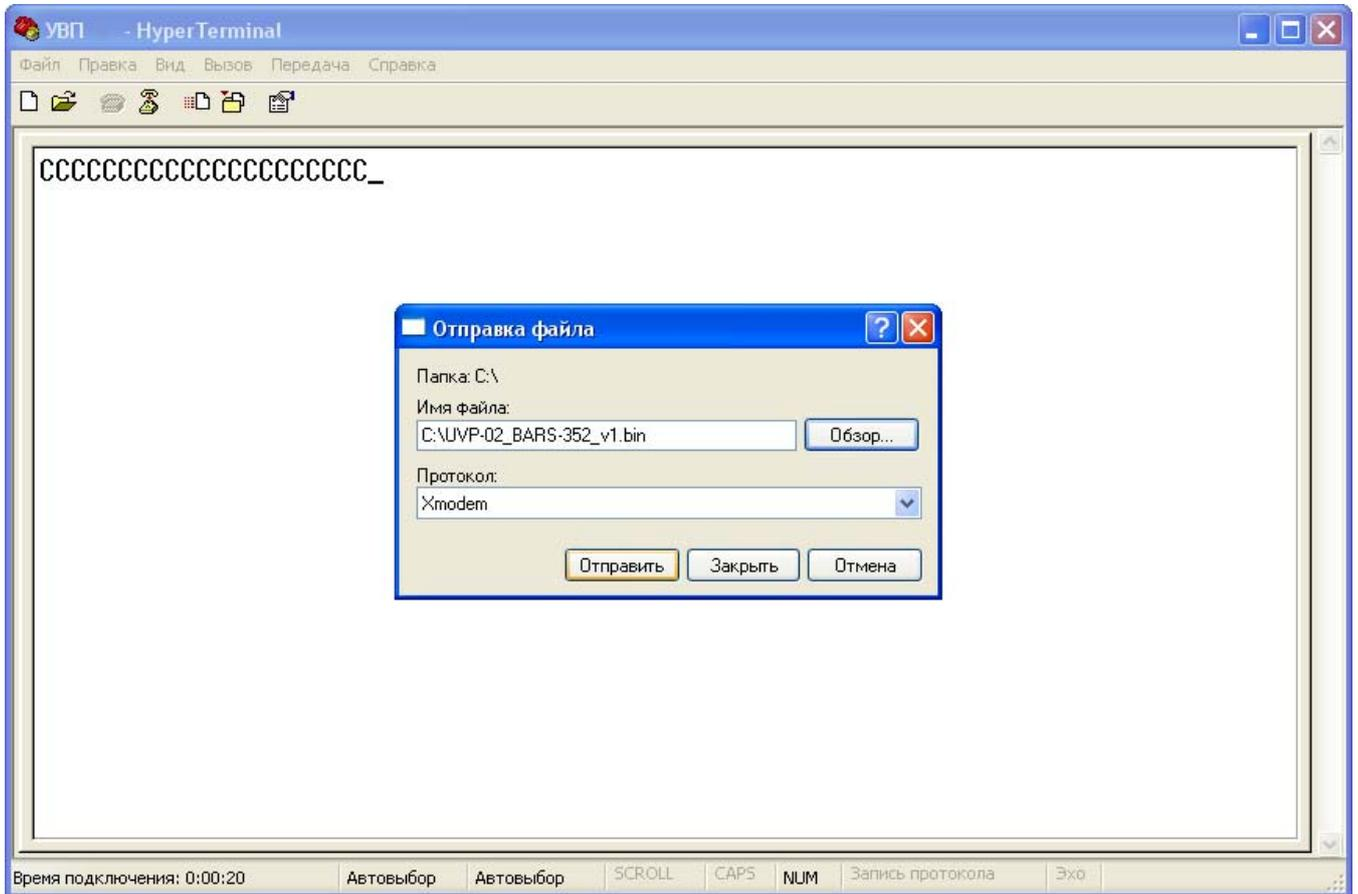

Рисунок 6
6) При установлении связи между компьютером и прибором должны наблюдаться накапливающиеся на экране символы “С” (рисунок 6). В противном случае необходимо проверить соединение прибора с компьютером на наличие обрывов и соблюдения полярности подключения.
7) Выбрать необходимый файл на прилагаемом CD диске (Приложение А), а также протокол обмена “Xmodem” (рисунок 6) Выбор файла осуществляется нажатием пиктограммы “Отправка файла”.
8) Нажать кнопку “Отправить” (рисунок 6). При этом выбранный файл будет передан прибору для записи. Процесс передачи будет индцироваться окном, показанным на рисунке 7. По завершении передачи файла прибор с новым программным обеспечением перейдет в номинальный режим работы автоматически. При сбоях в процессе передачи и записи файла вместо символов “С” высвечивается сообщение “Error”. В таких случаях необходимо повторить процесс записи файла. При отрицательном результате необходимо обратиться на предприятие-изготовитель.